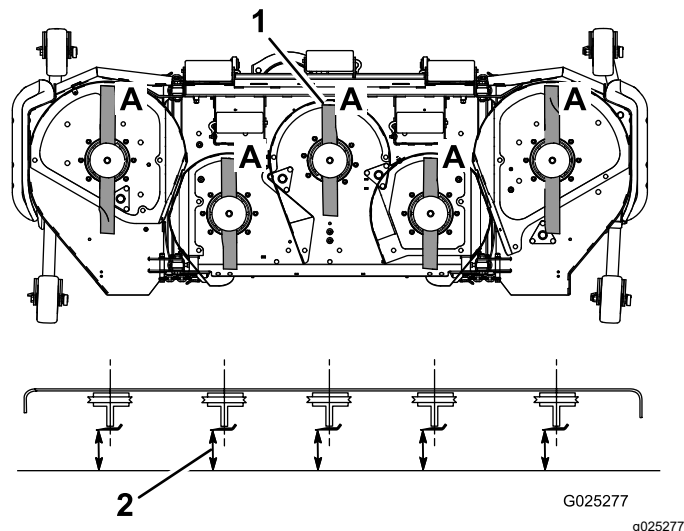

Рисунок 26
3. Поверните ножи так, чтобы их концы были направлены вперед и назад (Рисунок 26).
4. Измерьте расстояние от горизонтальной поверхности до режущей кромки ножей в положении А, (Рисунок 26). Запишите результат измерения.